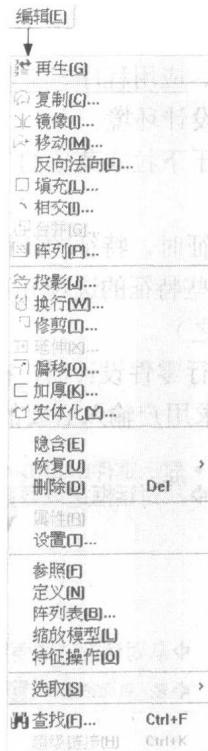

图 2-8
2. 编辑：零件编辑及零件设计变更之功能，细部选项如图 2-8 所示，将于“Pro/ENGINEER Wildfire 零件设计-基础篇(下)”一书第 1 及第 2 章中详细说明。